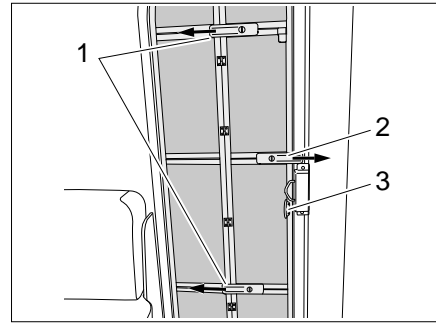

Bild 42 Insektenschutztür, ausgeklappt
- Insektenschutztür ausklappen und einrasten (Bild 42,3).
- Schienen (Bild 42,1) zur Stabilisierung in Pfeilrichtung schieben.
- Insektenschutztür ganz schließen und Riegel (Bild 42,2) in Pfeilrichtung schieben.
- Insektenschutztür entriegeln. Dazu die Riegel (Bild 42,1 und 2) entgegen der Pfeilrichtung schieben.